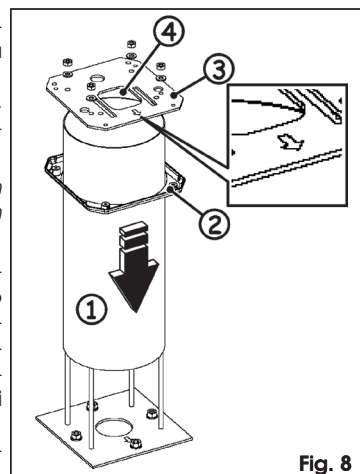

Fig. 8
1. Posizionare il tubo di supporto, Fig. 8 rif. ①, sulla piastra di fondazione.
2. Inserire il carter di plastica, Fig. 8 rif. ②, e lasciarlo appoggiato a terra.
3. Posizionare la piastra superiore, Fig. 8 rif. ③, facendo passare i cavi di collegamento nella tasca quadrata, Fig. 8 rif. ④, e farli fuoriuscire per una lunghezza di almeno 600 mm.